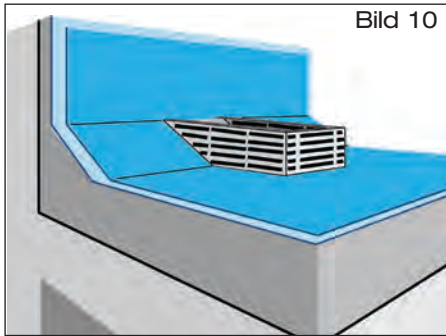

Bild 10
- 2.4 Anschlussbahn bauseits aus vorhandener Bitumen-Dachdichtungsbahn, Größe: ca. 700 mm x 1000 mm, zuschneiden. Im Bereich des Attikaablaufes Aussparung für den Siebkorb ausführen (Bild 10). Den Klebeflansch 100 mm umlaufend mit Bitumen-Voranstrich versehen (Ablüßzeit beachten). Anschlussbahn über Ablauf legen und im Schweißverfahren mit Klebeflansch verbinden.